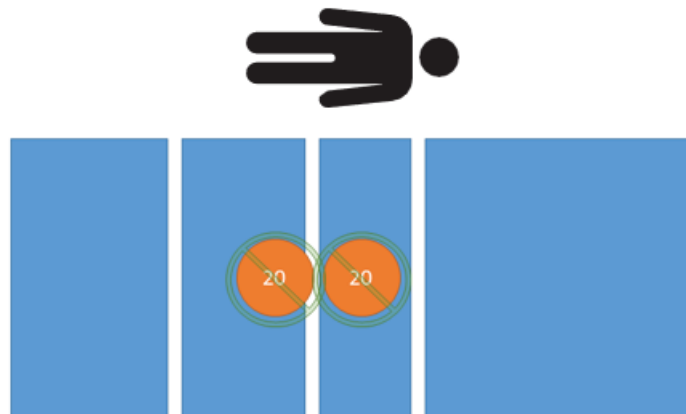

図 27 – 風袋 (ゼロ) 試験 - 正味0 kg
1. 較正済み分銅を使用して、40 kgを製品に載せます (図 27)。
12. 較正済み分銅を使用して、0 kgを製品に載せます (図 27)。